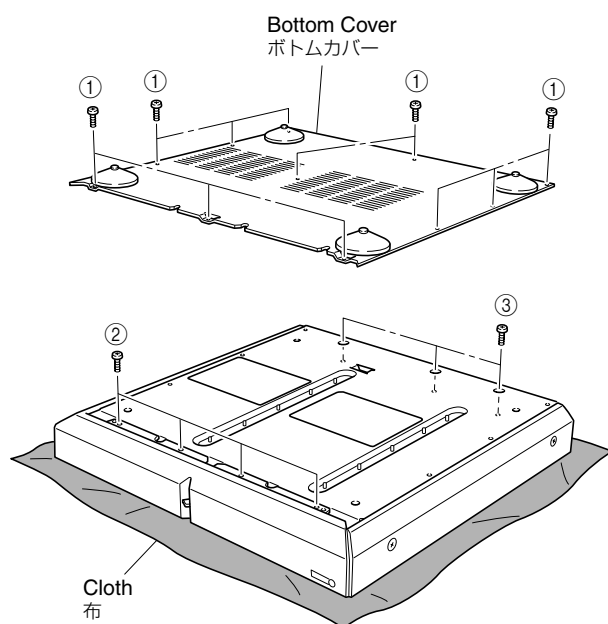

Fig. 1
- Remove 11 screws (①) and then remove the Bottom Cover. (Fig. 1)
- Remove 4 screws (②) and 3 screws (③). (Fig. 1)
- ①のネジ11本を外し、ボトムカバーを取り外します。(Fig. 1)
- ②のネジ4本、③のネジ3本を外します。(Fig. 1)